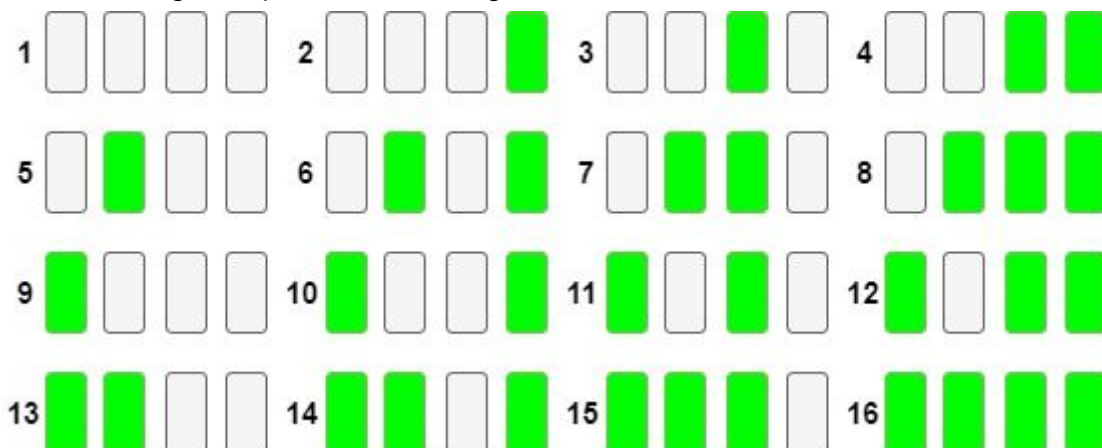

Figura 2: Estados do Contador de 0 a 15
- Contador binário de 0 a 15: Os LEDs devem realizar a contagem binária de 0 a 15, possuindo 16 estágios, representados na Figura 2.